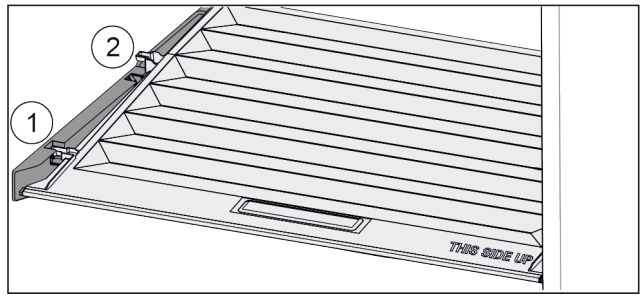

Fig. 59
- ▶ Кришку до отвору в деталях для підтримки потягнути вперед Fig. 59 (1).
- ▶ Підняти ззаду знизу та вийняти Fig. 59 (2) вгору.